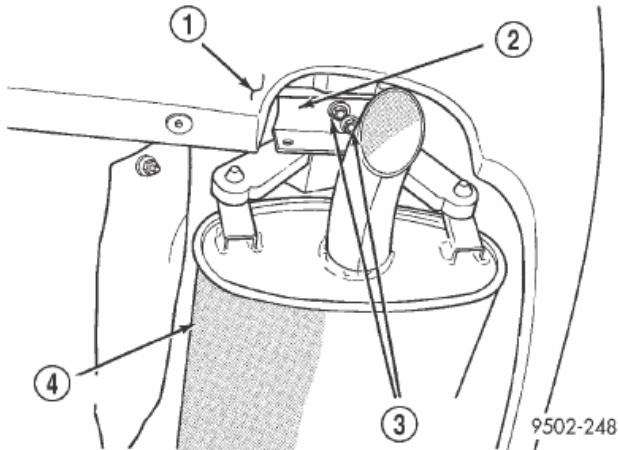

Рис. 16 КРОНШТЕЙН ГЛУШИТЕЛЯ
(4) Демонтировать кронштейн глушителя с заднего лонжерона (рис. 16).
(8) Убрать домкрат, поддерживающий поперечную балку задней подвески.
(9) Установить кронштейн глушителя на задний лонжерон (рис. 16).